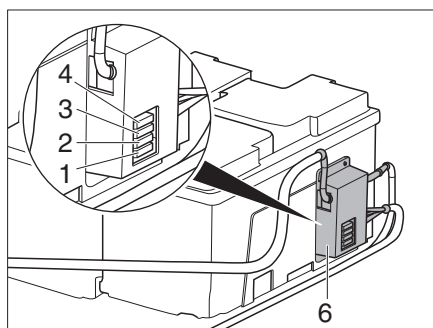
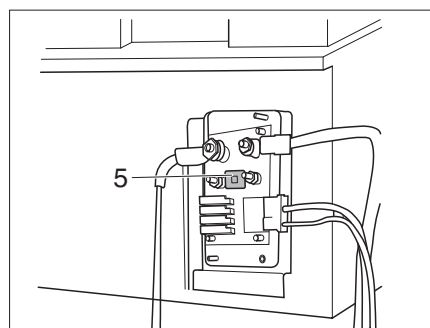

Fig. 314 Fusibles de la batterie de cellule (en option)
Fig. 315 Fusible du booster de charge (couverture retiré)
► Pour accéder au fusible F5 (Fig. 315,5) du câble d'alimentation EBL, il faut retirer le couvercle (Fig. 314,6).